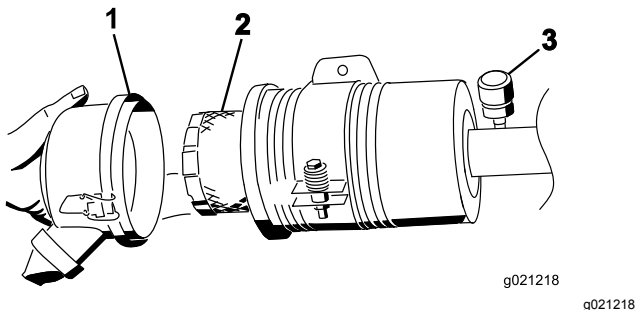

Bild 81
5. Nehmen Sie den Filter heraus und wechseln Sie ihn (Bild 81).